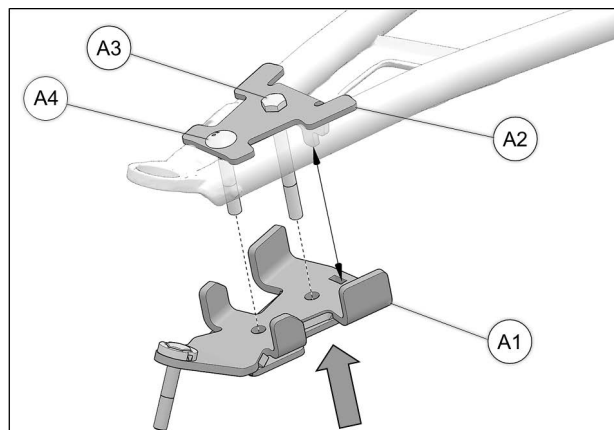

Fig. 15
6. Positionner la partie inférieure de l'ancrage antirotation (A1) sous le bras de suspension inférieur. Soulever l'ancrage (A1) et engager sur les boulons (A3) et (A4) déjà installés dans la partie supérieure (A2). Voir Fig. 15